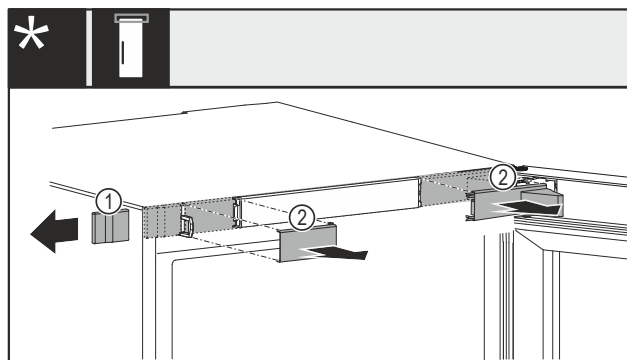

Fig. 13 S mechanickým nebo elektrickým zámekem*
- Opatrně sejměte kryt Fig. 13 (1) ze strany.*
- Opatrně sejměte kryty Fig. 13 (2) směrem dopředu.*